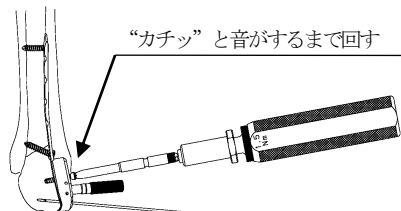

図16
- 3) ヘクスローブ15パワービンドライバーの後端にトルクリミッター付きハンドル1.5を接続し、軸芯を傾けないよう選択した長さの3.0 ロッキングスクリュー (T) (中空) を挿入します。(図16)